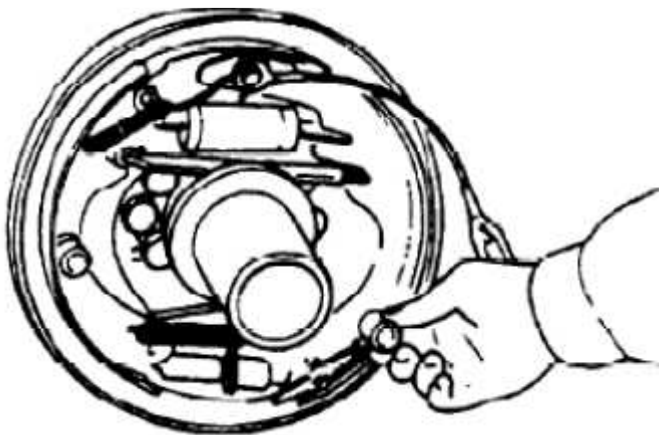

Рис. 2-21
(5) Нужно установить тормозной трос в сборе на опорную пластину с держателем.
(6) Нужно установить колодки на опорную пластину с удерживанием в натянутом положении пружин.
(7) Нужно надеть пружину на ее место на толкателе, затем установить его на колодке (См. Рис. 2-21).